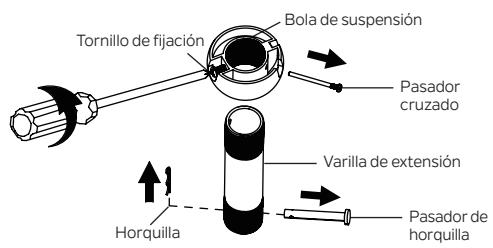

Figura 8
**Paso 2.** Retire la horquilla y el pasador de horquilla del conjunto de la varilla de extensión, guárdelos para usarlos posteriormente. Retire la bola de suspensión del conjunto de la varilla de extensión aflojando el tornillo de fijación, quitando el pasador transversal y deslizando la bola fuera de la varilla. (Figura 8)